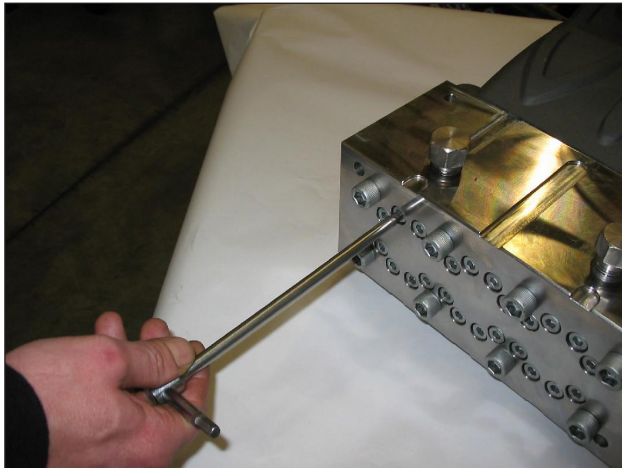

Fig. 34
- Allentare senza rimuovere le viti M8x100 fissaggio camicie a testata come indicato in Fig. 34, in modo da renderle libere.